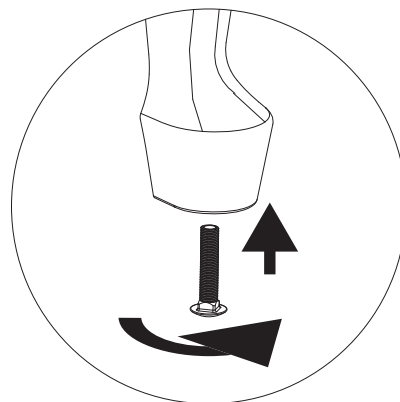

Figure 24.3
7. Utilisez les boulons de mise à niveau des pieds pour stabiliser et mettre le poêle à niveau (**Figure 24.3**).